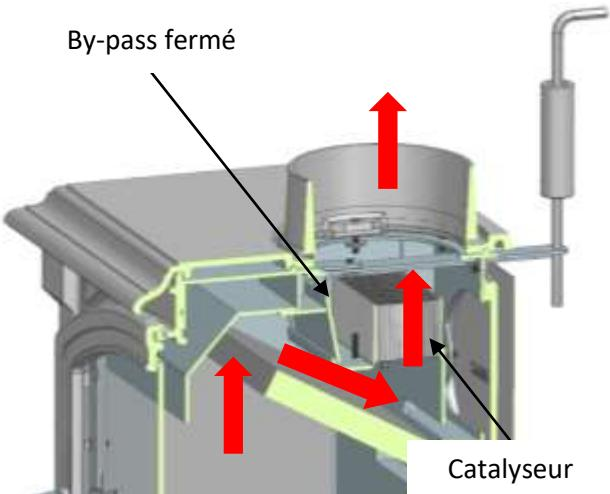

Fig. 19
5. Lorsque le feu est stabilisé, positionnez le levier de combustion sur la position de fonctionnement avec bois (point «A»), ensuite réglez le bouton de combustion sur la position souhaité manuellement ou en utilisant la télécommande, en appuyant sur les touches «OFF/LO» ou «ON/HI». Si votre poêle possède le système Catalytic Hybrid Woodbox, fermez le by-pass pour que tous les gaz passent au travers du catalyseur (Fig. 19) et obtenir ainsi l'efficience maximale du poêle. **Utilisez l'outil fourni et protégez vos mains pour cette manipulation.** De plus, s'il possède la régulation de tirage, vous pouvez réguler la combustion en actionnant le bouton.